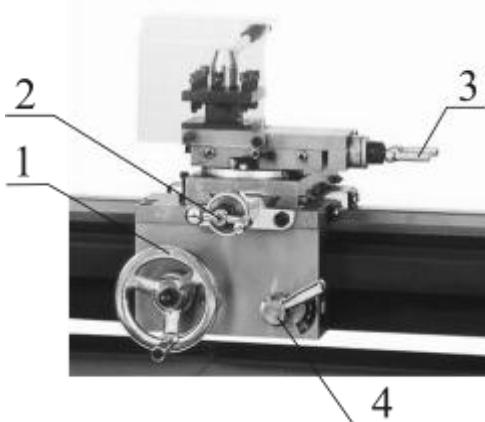

Рисунок 15.
5. Отведите инструмент от заготовки. После этого переместите каретку суппорта в исходное положение. Резец подведите к заготовке на величину, на сколько отводили плюс требуемая глубина резания и повторите процесс (см. рис.15).
Обработку конуса на данном станке производится вручную с помощью рукоятки перемещения верхних салазок 3 (рис. 15). Величина глубины резания устанавливается рукояткой перемещения поперечных салазок суппорта 2 (рис. 15).